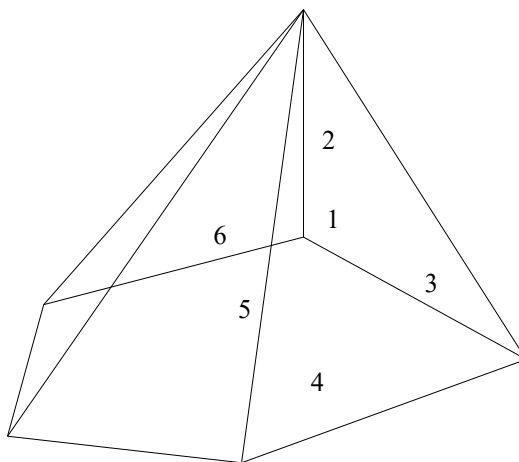

Рисунок 7.6 – Поясняющий рисунок для заданий 1 и 2
- 2 Соединить узлы контура с вершиной $(80,120,100)$ (рисунок 7.6).